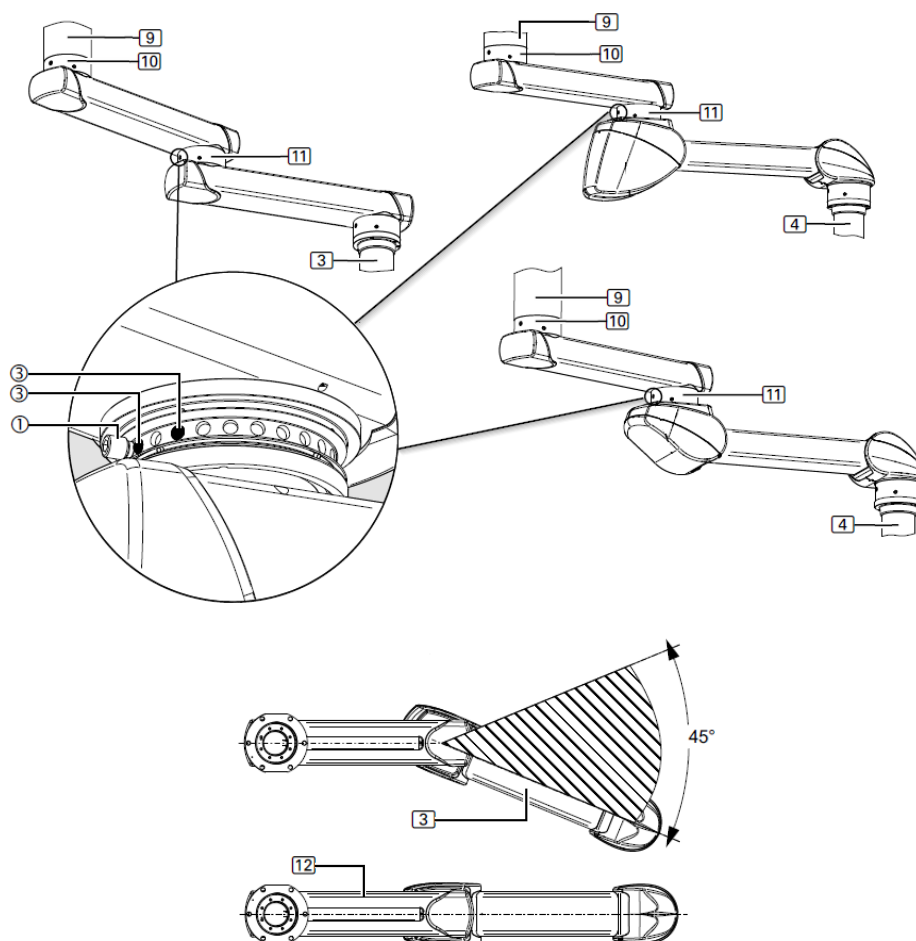

Fig.62 Système à double bras et palier de frottement entre les bras
Lorsque vous réglez la butée de fin de course comme illustré à la figure 62, la zone de point mort est de 45°. Cela signifie que le bras compensé (3) a une amplitude de mouvement maximale d'environ 315°. Si le réglage minimum de la butée n'est pas défini lors du réglage des freins sur le palier intermédiaire (11) et le palier de plafond (10), il est très difficile de plier le système de suspension à partir de la position tendue (12) et de le tourner sur le palier intermédiaire (11) du bras compensé (3).